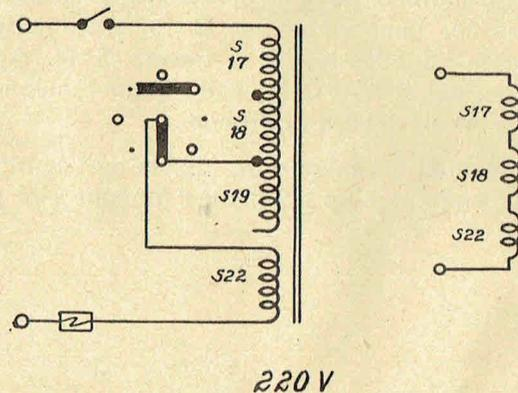

Fig. 9
**Position 220 Volts** (fig. 9)